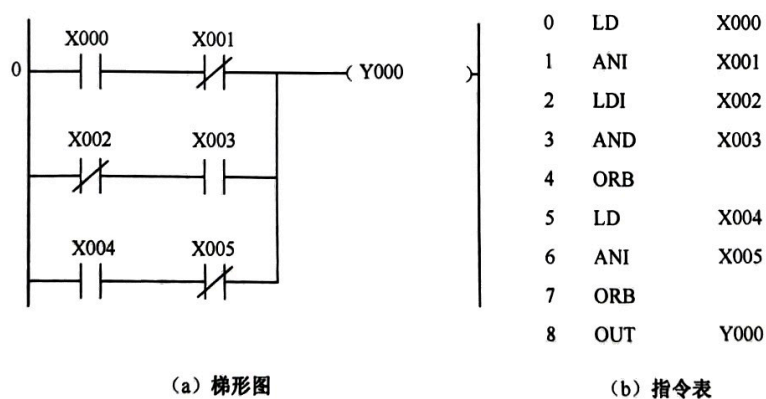

图 3-32 ORB 指令的使用
(1) 两个或两个以上接点串联连接的电路称为串联电路块。当串联电路块与前面的电路并联连接时, 使用 ORB 指令。
(2) ORB 指令无操作元件。
(3) 串联电路块的分支开始用 LD、LDI 指令, 分支结束用 ORB 指令, 以表示与前面电路的并联。
(4) 多个电路块并联时, 可以分别使用 ORB 指令, 如图 3-32 所示。